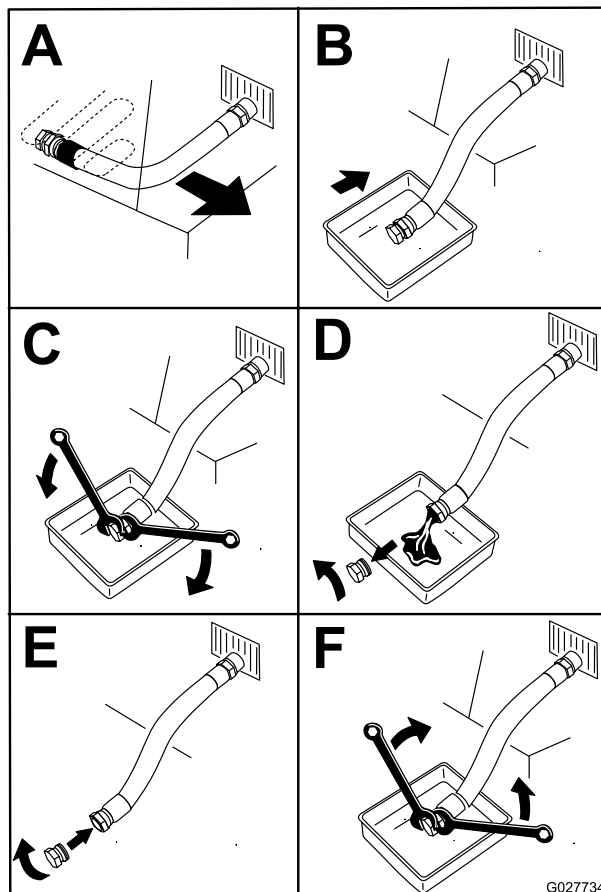

Figura 44
4. Cambiate l'olio motore (Figura 44).